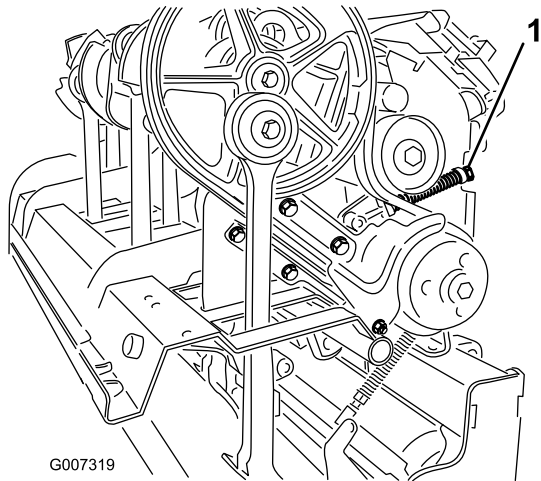

図 37
4. スプリングリテーナ 図 37 を固定しているロックナットをゆるめてリテーナを回してアイドルスプリングの押圧力をなくす。